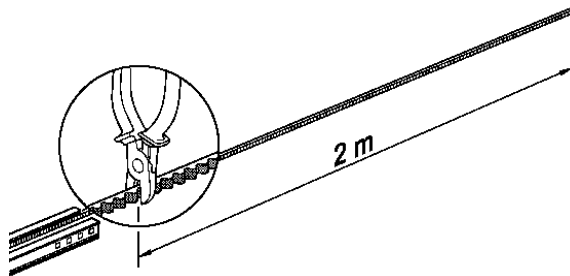

Abbildung 17
**1** Den Riemen am freien Ende auf eine Länge von genau 2m schneiden siehe Abbildung 17.